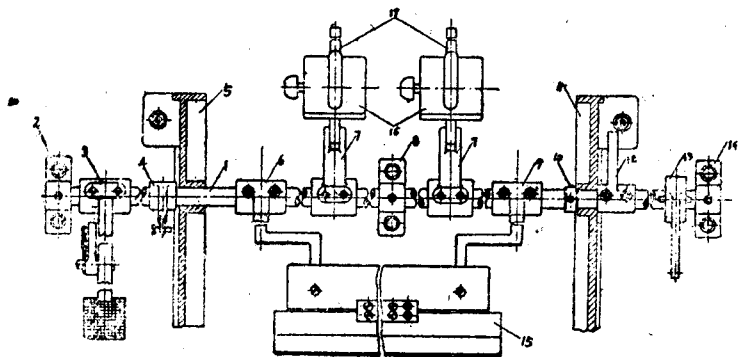

图 4
⑥檢查滾筒內左右撐圈，緊住支頭螺絲。
①踏脚起動軸从左墙板外側穿入左軸承，套上起動踏脚及刹車下橫杆，入左墙板，套上左踏脚及重錘座，穿入中軸承，再套上重錘座，右踏脚杆和緊圈，穿入右墙板，套上轉動限止器和起動拉杆，最后穿入右軸承座內，如图4。